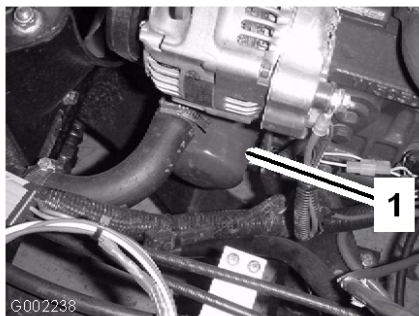

Figura 41
7. Togliete il filtro dell'olio usato (Figura 41).
10. Montate il filtro dell'olio di ricambio sull'adattatore. Girate il filtro in senso orario finché la guarnizione di gomma non tocca l'adattatore, quindi serrate il filtro di un altro mezzo giro (Figura 41).